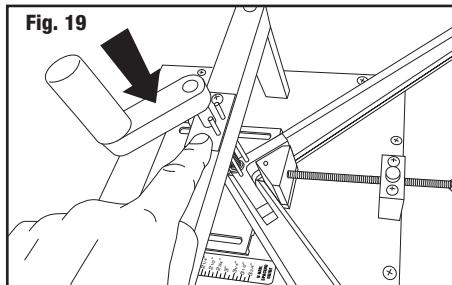

Fig. 19
- Ajuste la abrazadera vertical presionando la palanca y deslizando la abrazadera contra el marco. (**Abb. 19**)
- Stellen Sie die vertikale Klemme fest, indem Sie den Hebel herunterdrücken und die Klemme gegen den Rahmen schieben. (**Abb. 19**)